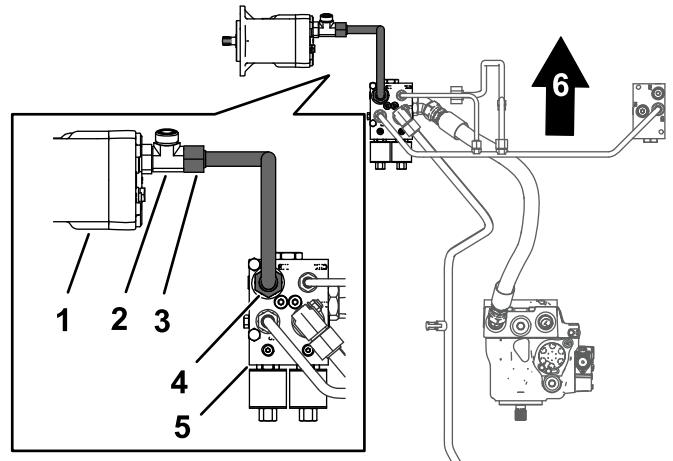

Figura 11
1. Allineate i dadi a tubo del tubo del motore di trazione ai raccordi nel motore di trazione e nel collettore divisore di flusso (Figura 11).